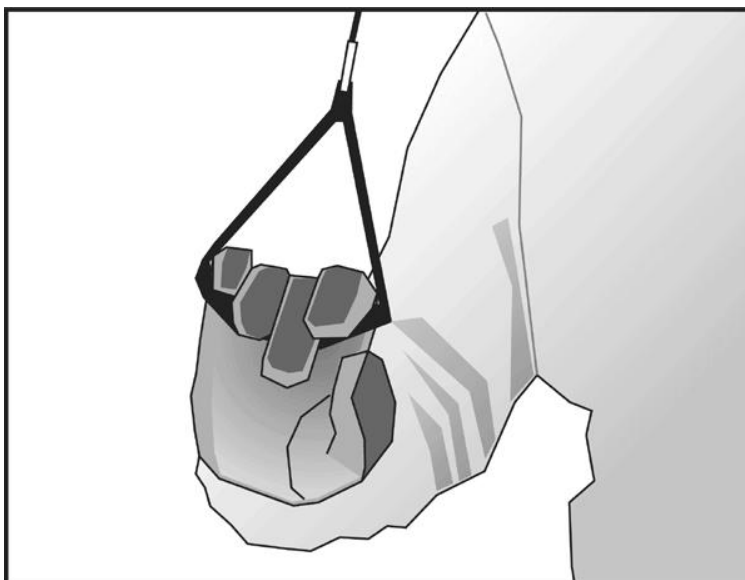

Bild 3: Normaler Griff
1. Der normale Griff, wie bei einer alten Klospülung (Bild 3). Er ist insgesamt sehr universell, ohne größere Vor- oder Nachteile.